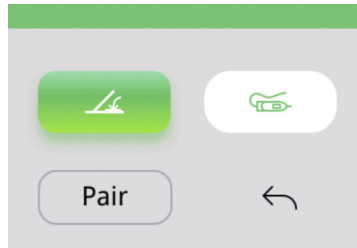

Figura 24: Interfaz de emparejamiento de pedal
En la interfaz de funcionamiento de la unidad principal, toque el icono de la pieza de mano o del interruptor de pedal situado en la esquina superior izquierda de la pantalla, o vaya al botón "Settings" (⚙️)---Control Mode Switching para acceder a la interfaz del modo de control (consulte la Figura 24).
(1) Cambie el modo de control de la unidad principal a control por interruptor de pedal.
(2) En la interfaz de configuración del interruptor de pedal, pulse el botón "Pair" (emparejar) (véase la Figura 24).